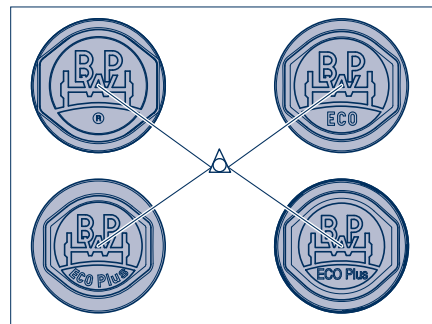

Figure 1
Pour les suspensions ayant des capuchons d'essieux neufs, (gaufrés®, ECO ou ECO Plus sous le logo BPW) (figure 1), ainsi que pour l'ECO Plus 3, les capuchons d'essieux doivent seulement être dévissés de l'essieu de référence.
- [1] Pour des capuchons d'essieux plus anciens que celui représenté en figure 1, dévisser les capuchons de moyeu et enlever la graisse sur le moyeu.